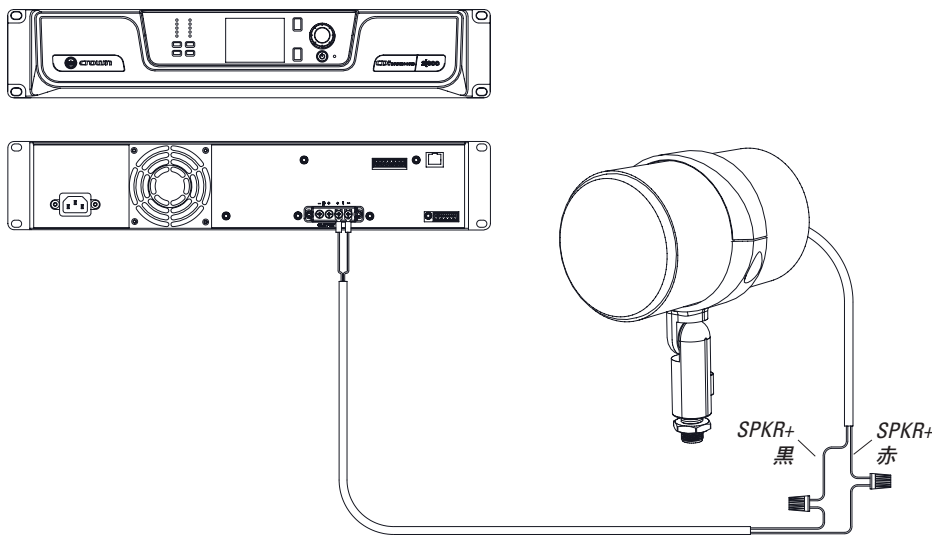

図18
2. 赤(+)のスピーカー入力ピグテール・ワイヤーをアンプ出力からの(+)ワイヤーに接続し、黒(-)のスピーカー入力ピグテール・ワイヤーをアンプからの(-)ワイヤーに接続します(図18をご覧ください)。確実に接続するため、クリンプコネクタまたはワイヤーナットを使用します。信頼性を高めるため、地下のIP65仕様防水電気ジャンクション・ボックス内部に接続します。